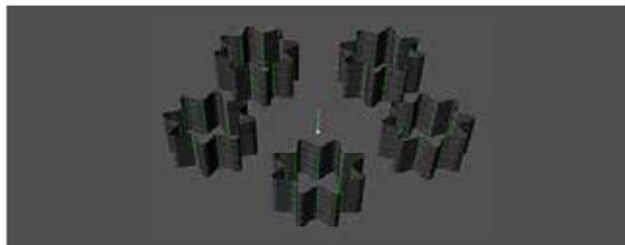

图 2-123
(4) **环形 - 复制**: 围绕选定的轴创建指定数目的实体。选择要复制的实体, 然后选择要围绕其旋转的轴, 如图 2-123 所示。